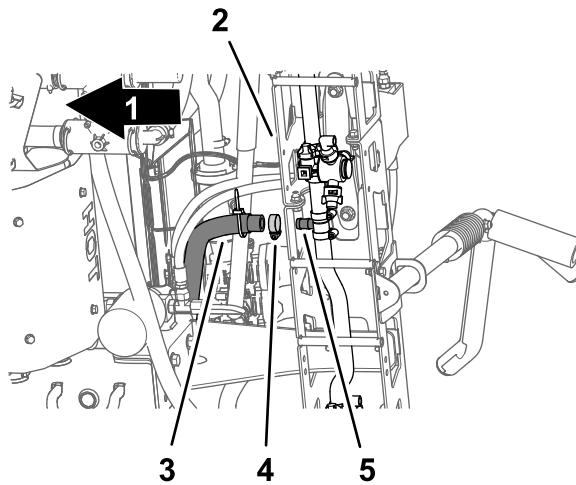

Рисунок 34
- Под средней секцией опрыскивателя снимите шланговый хомут, который крепит шланг подачи средней секции опрыскивателя к тройнику типа «елочка» (Рисунок 34).